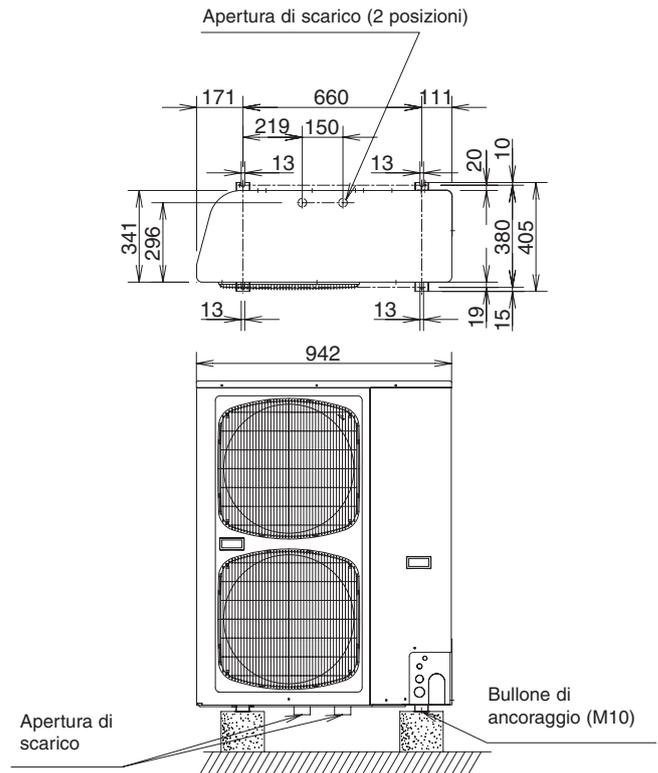

Fig. 4-1
- Fare riferimento alla fig. 4-1 per le dimensioni dei bulloni di ancoraggio.